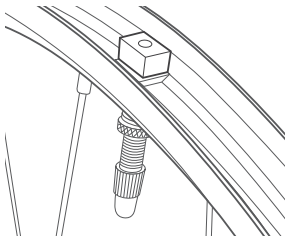

Figure 3. Alignement correct. Les côtés plats du pied de valve sont alignés avec les parois de la jante.
5. Alignez les côtés plats du pied de valve avec les parois de la jante (Figure 3 & 4).